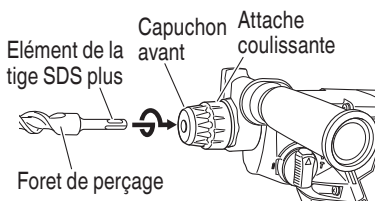

Fig. 7
3. Montage du foret de perçage (Fig. 7, 8)
- (1) Nettoyer la section de la queue du foret de perçage.
- (2) Insérer le foret de perçage en le tournant dans le tournant dans le porte-outil jusqu'à ce qu'il se verrouille en position. (Fig. 7)